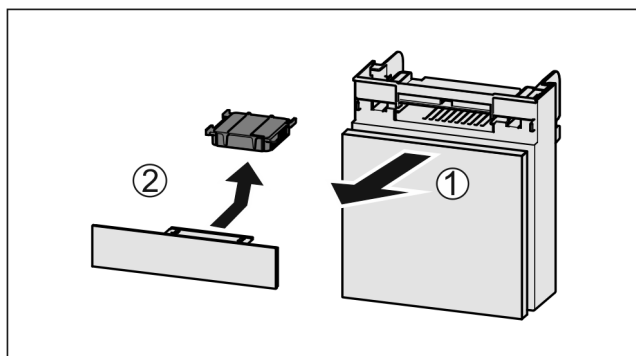

Fig. 155
- ▶ Wyciągnąć Fig. 155 (1) komorę do przodu.
- ▶ Wyjąć Fig. 155 (2) filtr z węglem aktywowanym.